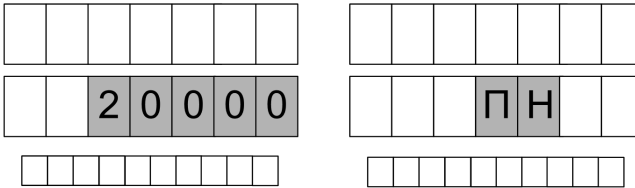

Рисунок 8
11.2 Доза на устройство задается оператором с помощью СУ. В начале нового налива, когда измерительная установка готова к отпуску топлива, мигающими символами в средней строке ЖКИ (при задании дозы в литрах), либо в верхней (при задании дозы в килограммах) отображается значение заданной дозы, а в случае отпуска "Предельный налив" – символы "ПН" (рисунок 8). Это предоставляет удобный способ определить, когда можно начать налив, а также убедиться, что задано требуемое количество топлива.